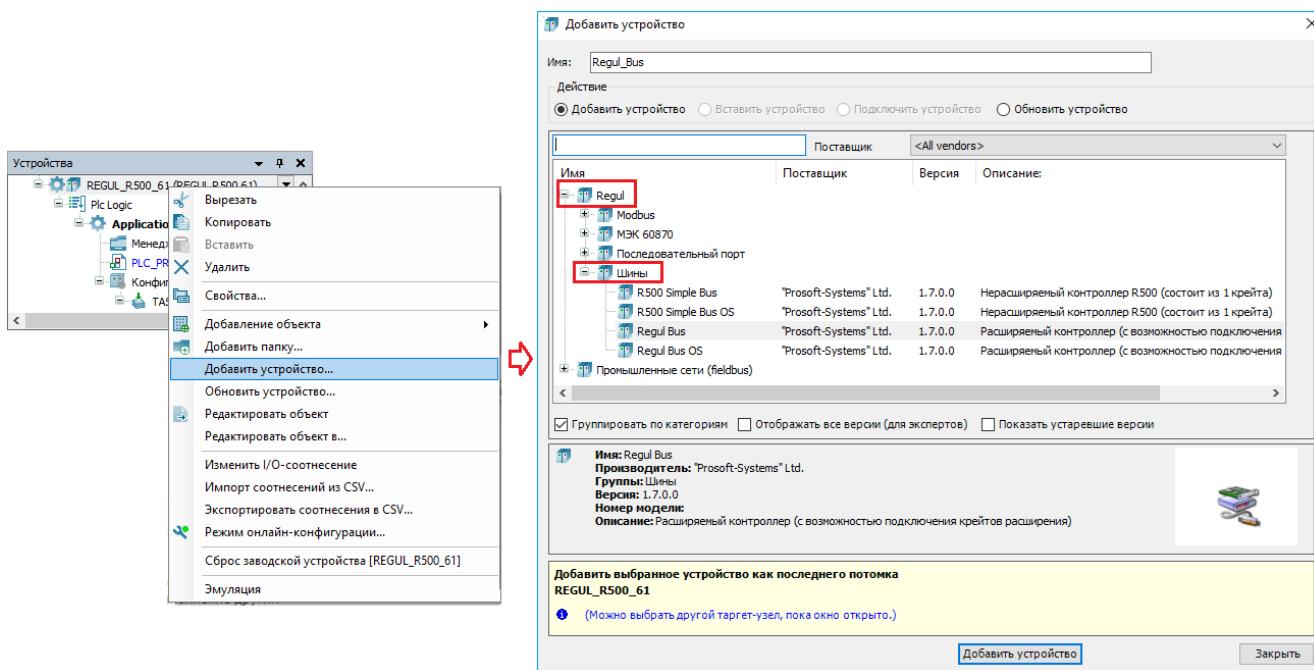

Рисунок 49 - Добавить устройство. Переход на соответствующую шину
- через **удаление**. Поставьте курсор в проекте на название шины, нажмите правую кнопку мыши. Появится контекстное меню, в котором выберите **Удалить**. Далее поставьте курсор в проекте на название контроллера, нажмите правую кнопку мыши. Появится контекстное меню, в котором выберите **Добавить устройство**. Откроется окно **Добавить устройство**, перейдите **Regul**⇒**Шины** и выберите необходимую, нажмите кнопку **Добавить устройство** (Рисунок 49).